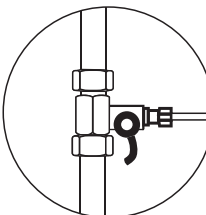

Рис. 6
1. Перекройте подачу воды на адаптер-вентиле (рис. 6). Закройте кран на накопительном баке (при его наличии). Откройте кран чистой воды для сброса давления.